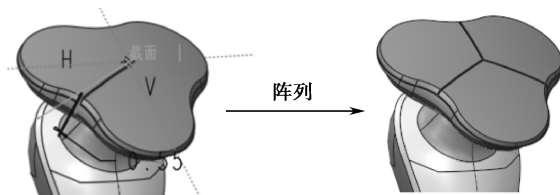

图 7-166 阵列切除模型
(2) 点选上一步拉伸切除特征，单击【模型】→【编辑】模块的  按钮，阵列方式选择【轴中心阵列】，输入数量 3，角度 120° ，单击  按钮，得到如图 7-166 所示的阵列切除模型。